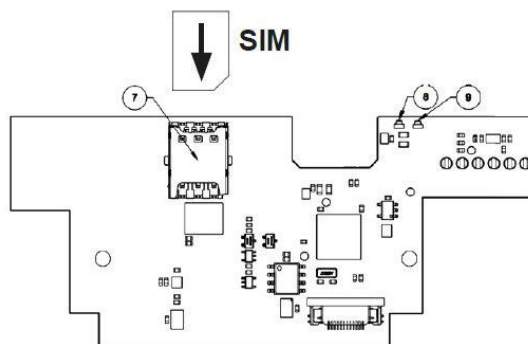

Abbildung 3: SIM-Karten-Montage
Um CMi6110 verwenden zu können, muss eine SIM-Karte (Größe: Nano) im SIM-Kartenhalter montiert werden (7), siehe Abbildung 3. Anschließend wird das Modul in den Modulsteckplatz 2 eines L+G UH50 Wärmehählers oder eines L+G UC50 Wärmerechners mit Softwareversion 5.15/8.06 oder höher montiert. Das Gerät an den äußeren Kanten fassen und vorsichtig in seine Position drücken.